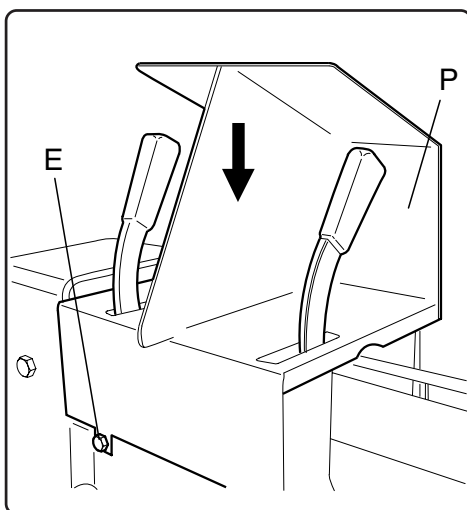

Fig. 5
- Infilare la protezione P, nel senso indicato dalla freccia, sulle leve C e B già montate, fissare la protezione al telaio utilizzando le 4 viti autofilettanti smontate in precedenza, come in Fig. 5.